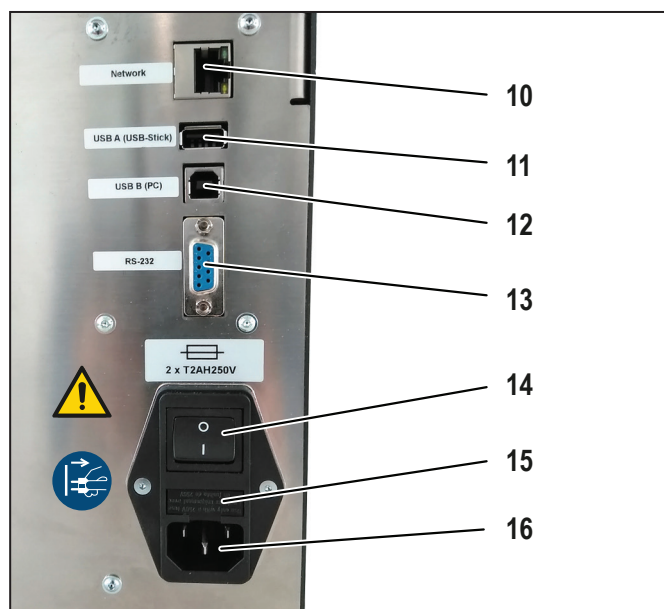

Figura 3.2 Vista posterior
- Inserte el cable de conexión a la red eléctrica en la toma de alimentación (Figura 3.2, 16) de la máquina y conéctelo al suministro de energía.
- Conecte la máquina a un ordenador con un cable USB (Figura 3.2, 12).
- Conecte la máquina a una red con un cable Ethernet (Figura 3.2, 10).
► Encienda la máquina (Figura 3.2, 14).